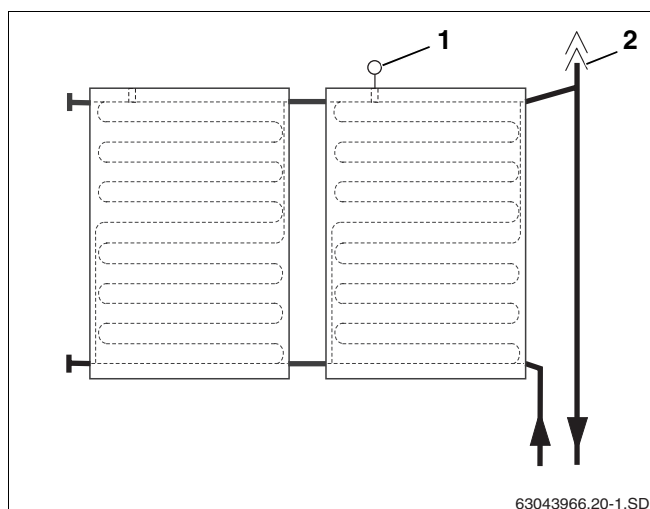

Fig. 54 Vista vaso di sfogo con disaeratore per attacco di mandata
Se si desidera disaerare l'impianto solare con un disaeratore automatico (accessorio) nel punto più alto dell'impianto, è necessario installare la tubazione di mandata con pendenza a salire verso il disaeratore (fig. 54, **pos. 2**) e la tubazione di ritorno con pendenza a salire verso il campo di collettori (fig. 54).